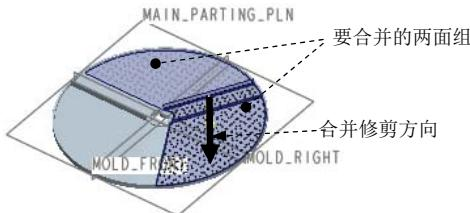

图 5.20 定义合并方向
- (1) 按住 Ctrl 键，选取图 5.20 所示的两个面组（上步创建的合并面组和相邻的填充面组）。
- (2) 单击 分型面 操控板中 编辑 \downarrow 区域的 合并 按钮，此时系统弹出“合并”操控板。
- (3) 定义合并修剪的方向，调整合并方向，如图 5.20 所示。
- (4) 在“合并”操控板中单击 \checkmark 按钮。